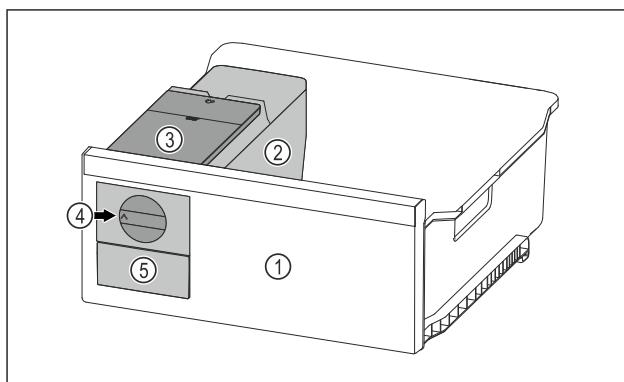

Fig. 123 Примерное изображение
- Поверните поворотную кнопку Fig. 123 (4) по часовой стрелке до упора.
- Кубики льда упадут из ванночки для кубиков льда в выдвижной ящик для кубиков льда Fig. 123 (5). Если не все кубики льда извлекаются из ванночки для кубиков льда: